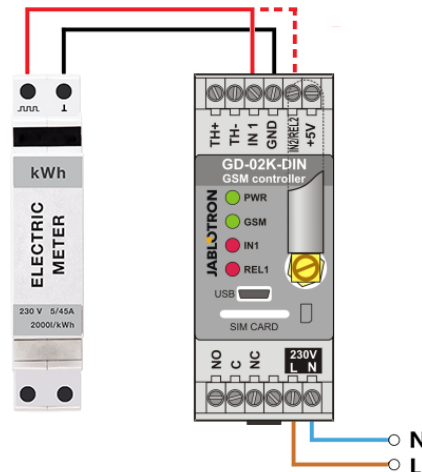

Figura 6: modo de medição do consumo de eletricidade.
- Este modo necessita da conexão entre a saída de impulsos do contador de eletricidade e os terminais IN1 ou IN2 e o terminal GDN no GD-02K-DIN (consultar a Figura 6). Caso o contador de eletricidade seja do tipo de dupla tarifa ou caso existam dois contadores de eletricidade independentes, ambas as entradas permitem ser utilizadas em simultâneo. O contador de eletricidade permite ser monofásico ou trifásico.